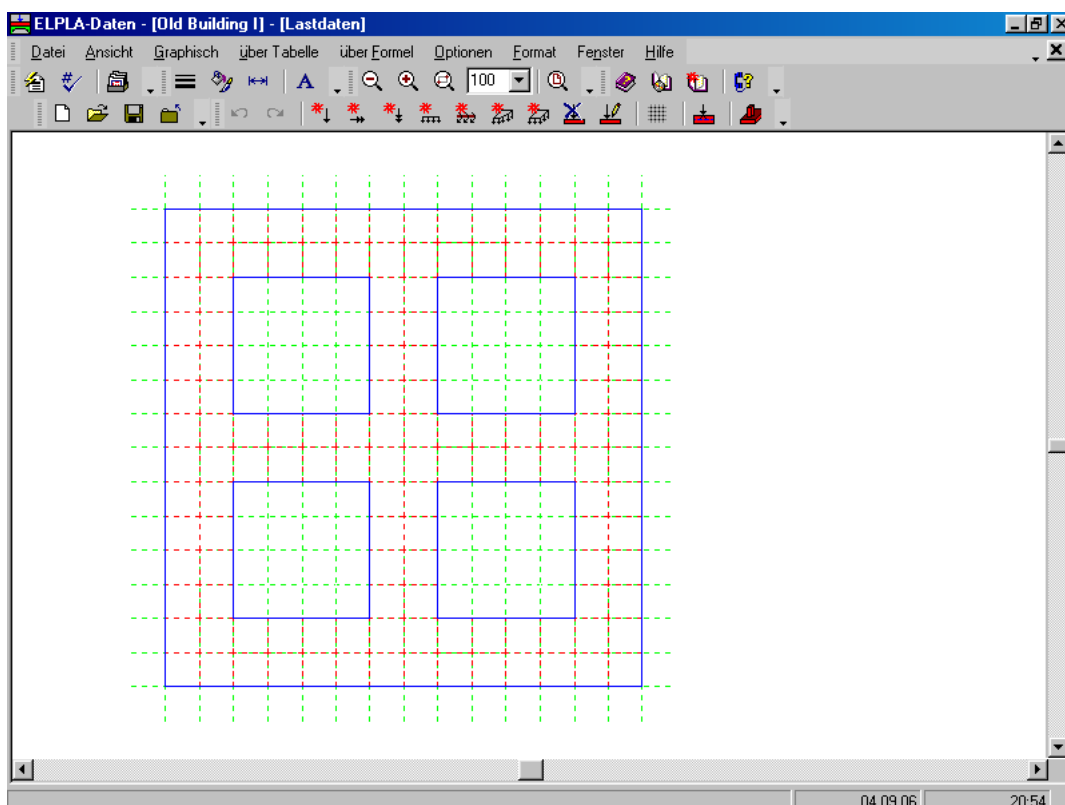

Bild 9-27 Eingebettetes Programm "Lastdaten"
- Wählen Sie "Lastdaten" aus dem "Daten"-Menü des *ELPLA-Daten*-Fensters. Das folgende eingebettete Programm im Bild 9-27 erscheint
- Wählen Sie "Punktlasten" aus dem Menü "über Tabelle" im Fenster von Bild 9-27. Das folgende Listenfeld im Bild 9-28 erscheint